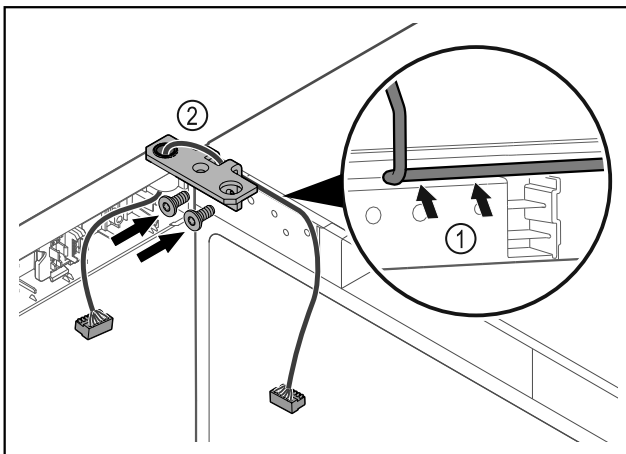

Fig. 58
- Prakiškite laidą pro šarnyrinio kampuočio angą ir atsargiai nutieskite Fig. 58 (1).
- Prisukite šarnyrinį kampuočių Fig. 58 (2).